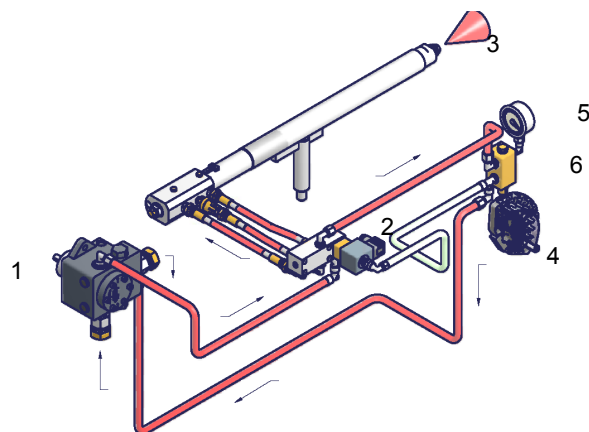

Fig. 18 - Alta llama
- 3 Purgue el aire de la conexión del manómetro de la bomba (M) (Fig. 18), aflojando ligeramente el tapón, sin retirarlo; luego suelte el contactor.
- 9 La presión de suministro de la boquilla ya viene preajustada de fábrica y no es necesario cambiarla. Sólo si es necesario, ajuste la presión de alimentación (véase el párrafo correspondiente) de la siguiente manera: introduzca un manómetro en la posición indicada en la Fig. 19 y gire el tornillo de ajuste de la bomba VR (véase la Fig. 18) hasta obtener una presión de boquilla de 25 bar (véase el gráfico de la página 22);